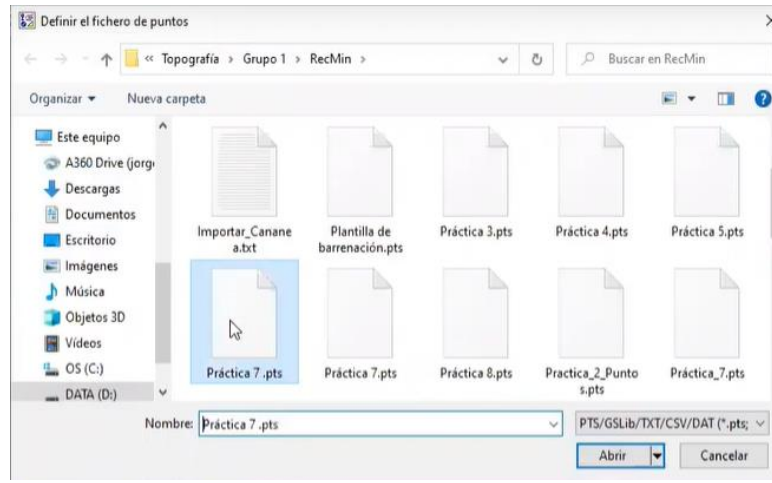

Figura 324. Archivo importado.
32. En la nueva pestaña, buscar y seleccionar el archivo que se importó. Presionar “Abrir”. Figura 324.